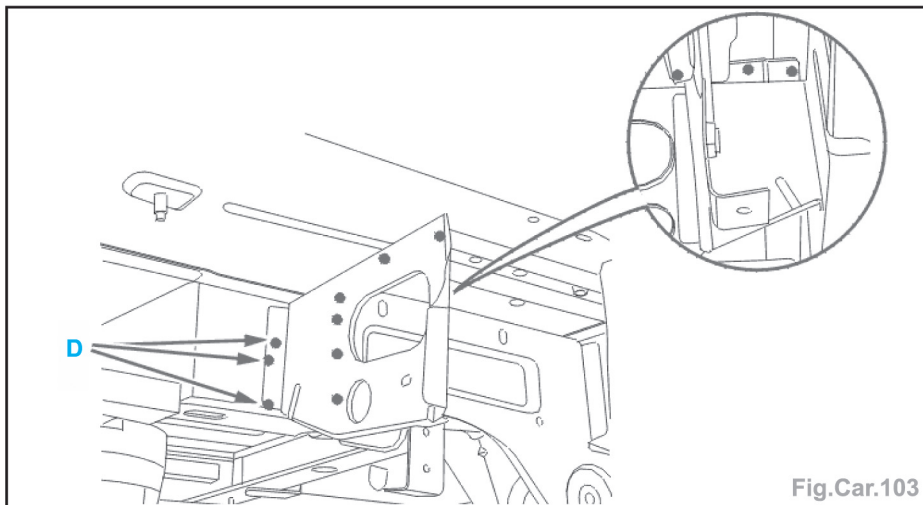

Fig.Car.103
- Solder par points électriques (Fig.Car.103).